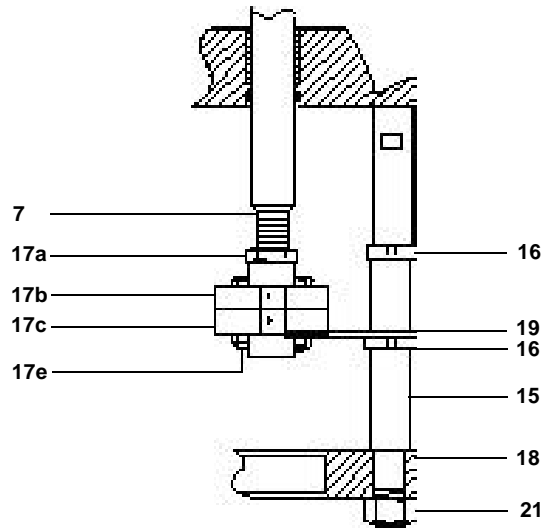

Fig. 5
3.2 PN5700 fjäderöppnasnde ställdon (Se fig. 5 och 6)
3.3 PN6700 fjäderstängande ställdon (Se fig. 5 och 6)